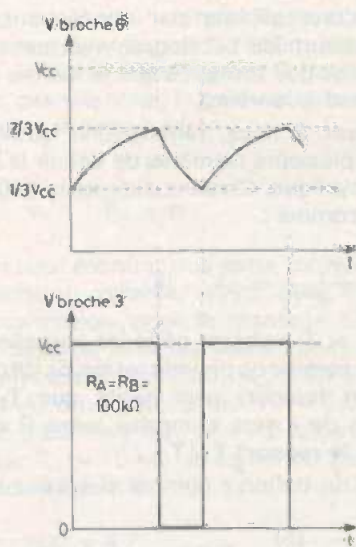

Fig. 4
Dans le cas de la figure 4 les formules (1), (2) et (3) donnent avec  $R_A = R_B = 100 \text{ k}\Omega$ , 50 %, 33 % et 67 % respectivement.